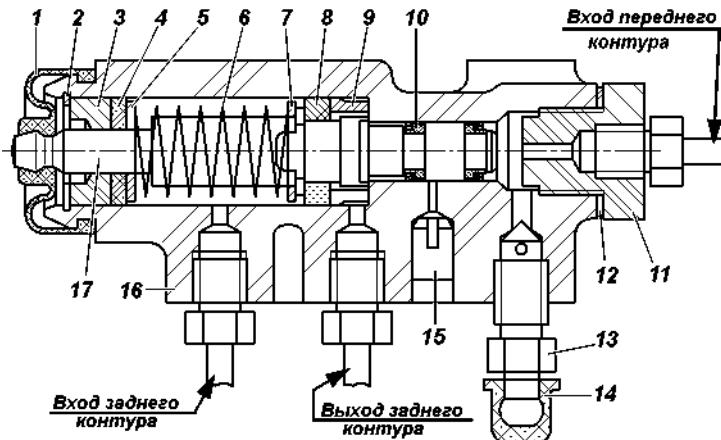

Рис. 9.29. Регулятор давления:
Регулятор давления. На автомобилях, не оснащенных антиблокировочной системой тормозов, устанавливается регулятор давления (рис. 9.29), который обеспечивает оптимальное распределение тормозных сил по осям автомобиля и не допускает блокировку задних колес раньше передних. При обслуживании проверяйте работоспособность регулятора давления. Очищайте регулятор от грязи и проверяйте надежность его крепления. Внешним осмотром убедитесь, что регулятор и детали его привода не имеют повреждений, отсутствуют подтекания тормозной жидкости и люфты в соединении стойки с упругим рычагом и кронштейном на заднем мосту.
При нажатии на педаль тормоза поршень 17 (рис. 9.29) регулятора давления должен выдвинуться из корпуса на 1,7 – 2,3 мм. Отсутствие
- Заверните болт 3 до соприкосновения его с хвостовиком поршня 17 (рис. 9.29) регулятора.
- Доверните болт 3 (рис. 9.29) на 2/3 оборота (14 граней головки болта).